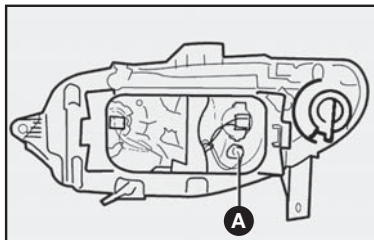

fig. 19
- 2) retirar o porta-lâmpada **A-fig. 19**.